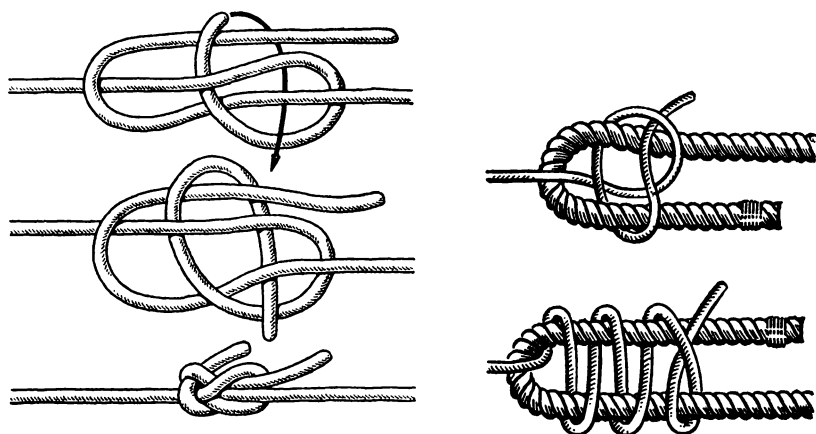

Рис. 40. Докерский узел (справа внизу — другой вариант узла)
**Докерский узел** (рис. 40). В морской практике нередко возникает необходимость прикрепить к толстому канату множество более тонкий по сравнению с ним трос. Такая необходимость всегда есть во время швартовки судна к причалу, когда с палубы нужно подать один или сразу несколько швартовных концов. Существует несколько способов крепления бросательного конца к швартову, у которого нет огона, но наиболее распространенный из них — применение докерского узла.